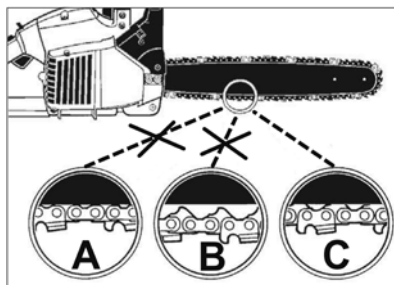

Рисунок 6
- Перевірте натяг, потягнувши ланцюг вниз у середині напрямної шини. Ланцюг неправильно натягнутий, якщо він щільно притягнутий до напрямної шини (А, рисунок 6), або провисає (В, рисунок 6). Правильним натягом вважається, коли ланцюг відтягується на 3-4 мм і хвостовики ланок ланцюга не виходять зі спрямовувального паза напрямної шини (С, рисунок 6).